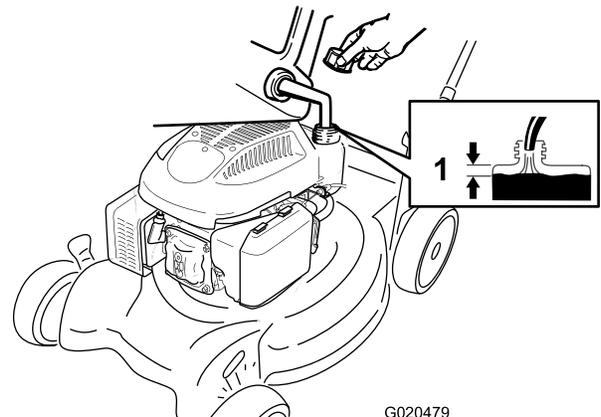

Figure 10
1. Nettoyez la surface autour du bouchon du réservoir de carburant et enlevez le bouchon (Figure 10).